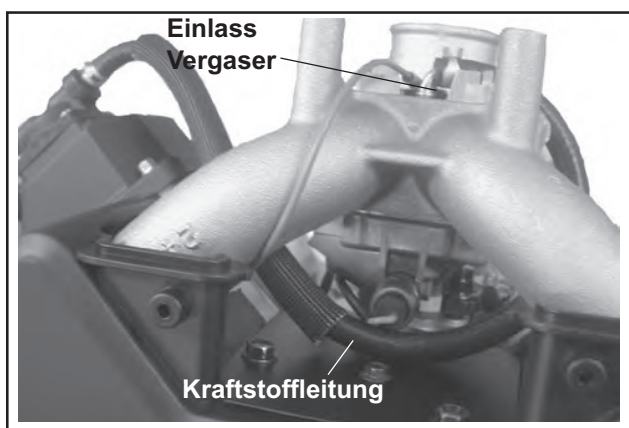

Abbildung 11-96. Detailansicht Kraftstoffleitung und Entlüfterrohr.
1. Das Entlüfterrohr an den Entlüfterdeckel und den Anschluss auf dem Adapterkurvenstück anschließen. Die Kraftstoffleitung zum Kraftstoffabstellmagnet verlegen und am Einlass des Vergasers mit einer Klemme fixieren. Siehe Abbildung 11-96.